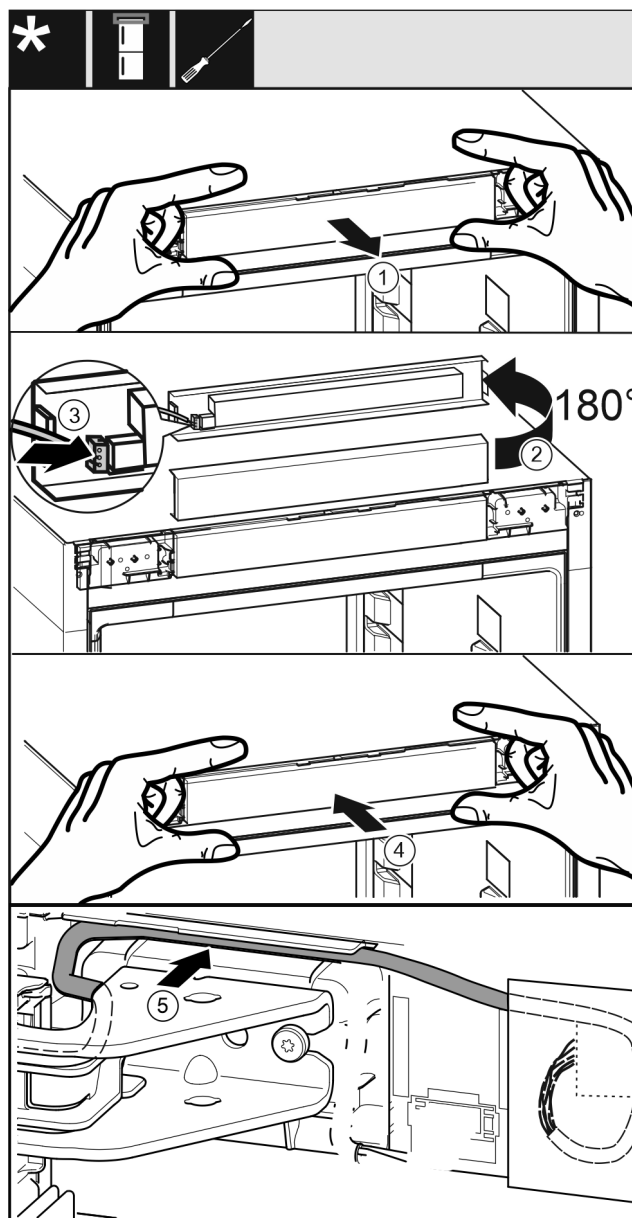

Fig. 40
- Opatrně vyjměte panel Fig. 40 (1).
- Panel Fig. 40 (2) otočte nahoru o 180°.
- Zástrčka Fig. 40 (3) zacvakne do panelu.
- Nasadte panel Fig. 40 (4) zpět na spotřebič.
- Kabel Fig. 40 (5) opatrně položte ve vedení nad horním stojanem ložiska.